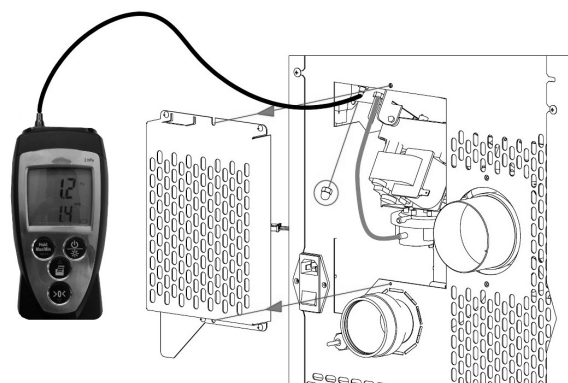

Fig. 34 - Podłączenie presostatu cyfrowego
- Podłączyć za pomocą rurki presostat cyfrowy, celem rozpoznania zmniejszenia ciśnienia (patrz **Fig. 34**).